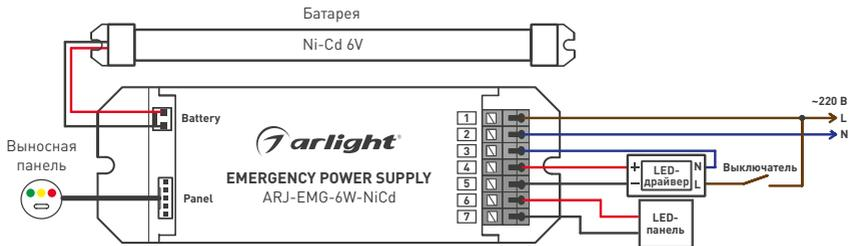

Рисунок 1. Стандартная схема подключения
- 3.4. Подключите провода, постоянно подключенные к сети: «L» [фаза] — коричневый провод — к выводу 1, «N» [ноль] — синий провод — к выводу 2, см. рисунок 1.